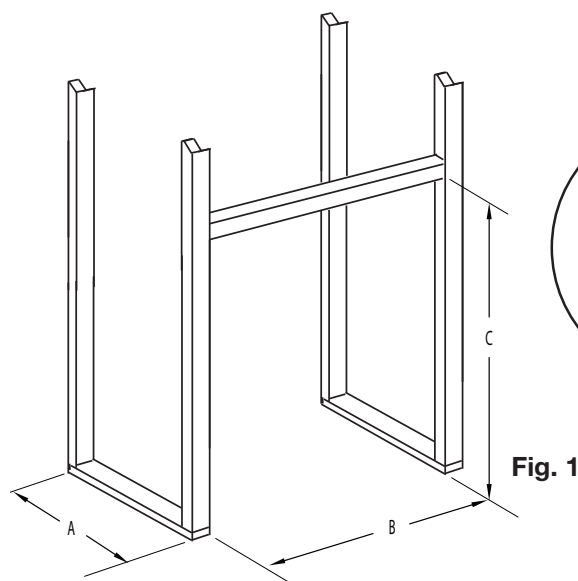
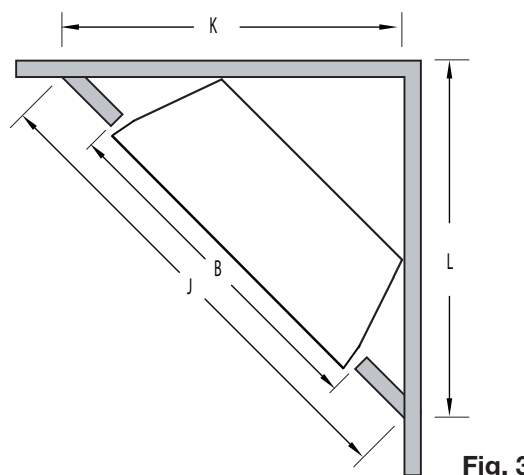

Fig. 1
Fig. 3
Préparez l'ossature selon les dimensions recommandées à la Figure 1. Pour une ossature en coin, respectez les dimensions recommandées dans la Figure 3.
- D.** Mettez l'appareil de niveau et à l'aide de 4 vis (fournies) et fixez l'appareil au goujons de mur (**Fig. 3**).